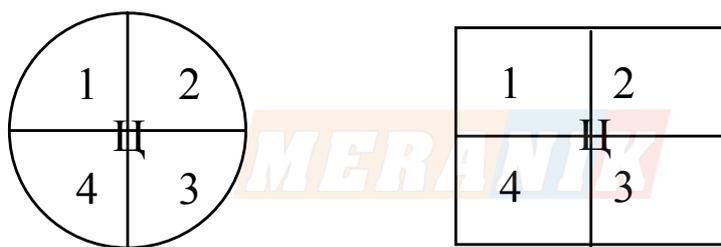

Рисунок 1- Места установки грузов
- б) снимают гирю с чашки, дожидаются нулевого показания ненагруженных весов (при необходимости обнуляют показание с помощью клавиши 0/T), устанавливают гирю в положение 1 (примерный центр сегмента равного одной четверти чашки), как показано на рис. 1; фиксируют показание, снимают гирю, дожидаются нулевого показания и повторяют измерения в положениях 2, 3 и 4.